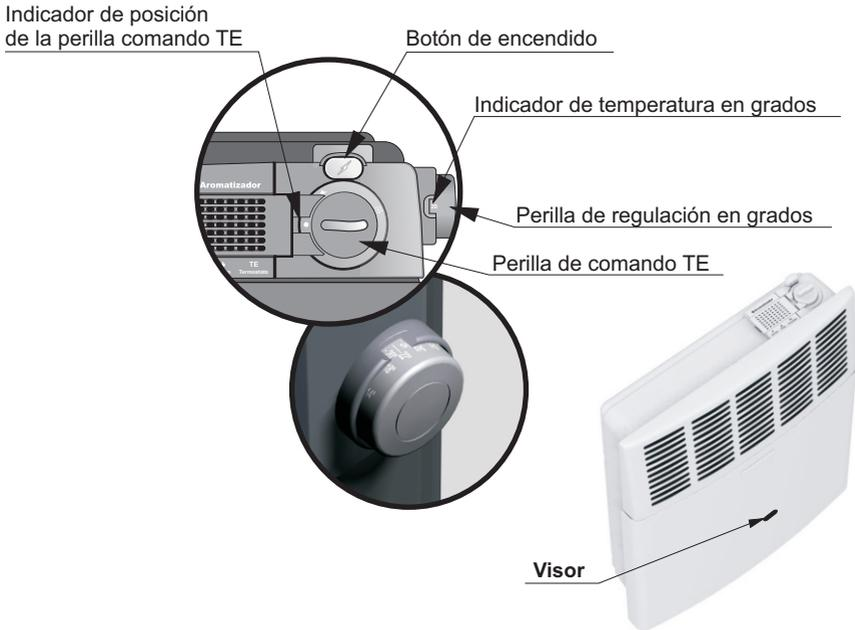

Fig. 6
Con la **Perilla de Comando TE** ( fig. 6), ubicada en la parte superior derecha del calefactor, se realizan las operaciones básicas para el manejo del calefactor, por ejemplo, para el **Apagado Total**, para el **Encendido del Piloto** y para poner en **Termostato (TE)**.
Con la **Perilla de Regulación en Grados** (fig. 6), ubicada en el lateral derecho del calefactor, se elige la temperatura deseada para el ambiente.
Presione a fondo la **Perilla de Comando TE** ( Fig. 6) en la posición ● (Cerrado) y gírela hasta que el símbolo ★ (Piloto) quede alineado con el indicador de posición (Fig. 6).
Presione a fondo la **Perilla de Comando TE** y, manteniéndola oprimida, pulse el **Botón del Encendido** (Fig. 6).
Observe por el **Visor** (Fig. 6) del gabinete para verificar si el piloto ha encendido. Si no lo ha hecho, repita esta operación hasta lograrlo.
Para colocar la **Perilla de Regulación en Grados** (Fig. 6) en la temperatura elegida, es conveniente, primero girarla hasta la posición de temperatura máxima (32 °C) y, a continuación, retroceder hasta la posición de la temperatura deseada.